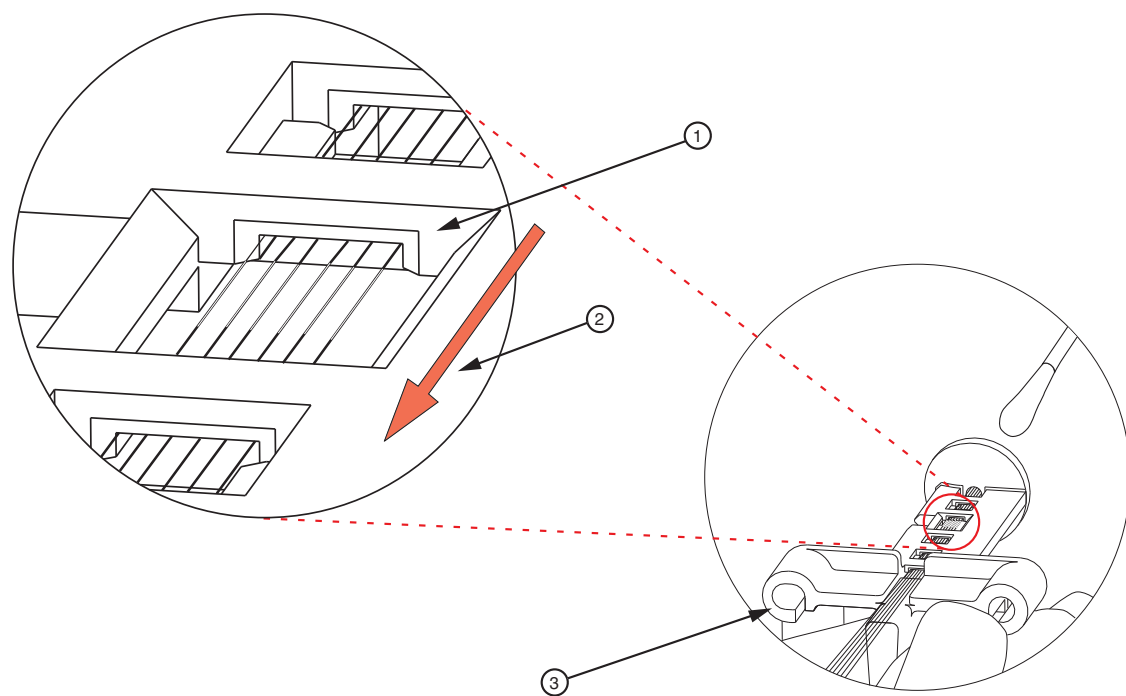

图 9.4 清洗检测窗口
10. 使用蘸水棉签 (Texwipe Swab, PN:TX754B)，轻轻地顺着一个方向擦拭检测窗口，如图 9.4 所示。